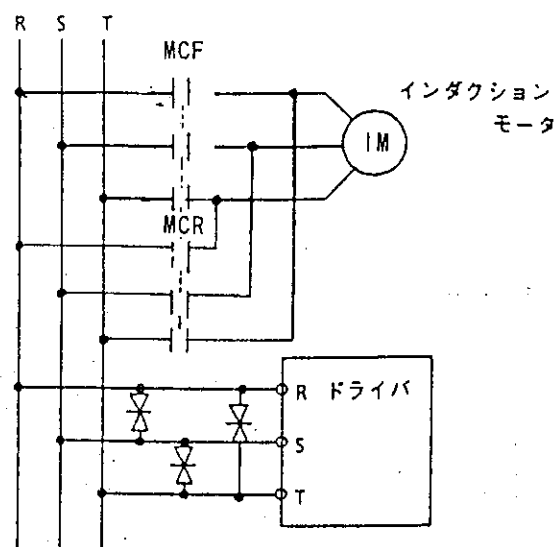

図4-5 インダクションモータとの電源共用
- ② 図4-5 のようにインダクションモータと主電源を共用する場合、インダクションモータ（IM）の正転、逆転時に発生するスパイクノイズで、ドライバ内部の整流器が破損する事があります。特に大容量のインダクションモータの場合には、主電源（R-S 間）にスパイクキラー等を挿入し、スパイク電圧を抑えて下さい。